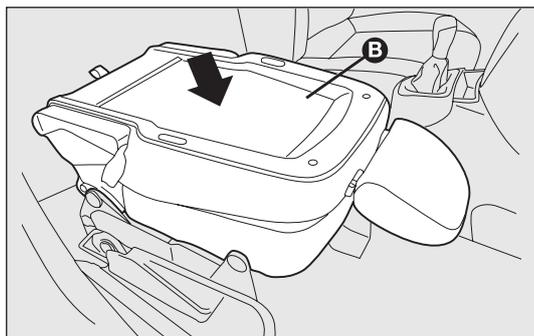

fig. 23
- ❑ agire successivamente sullo schienale B-fig. 23 premendolo verso il basso: il sedile risulta così completamente ripiegato su sè stesso nella posizione “a tavolino”;